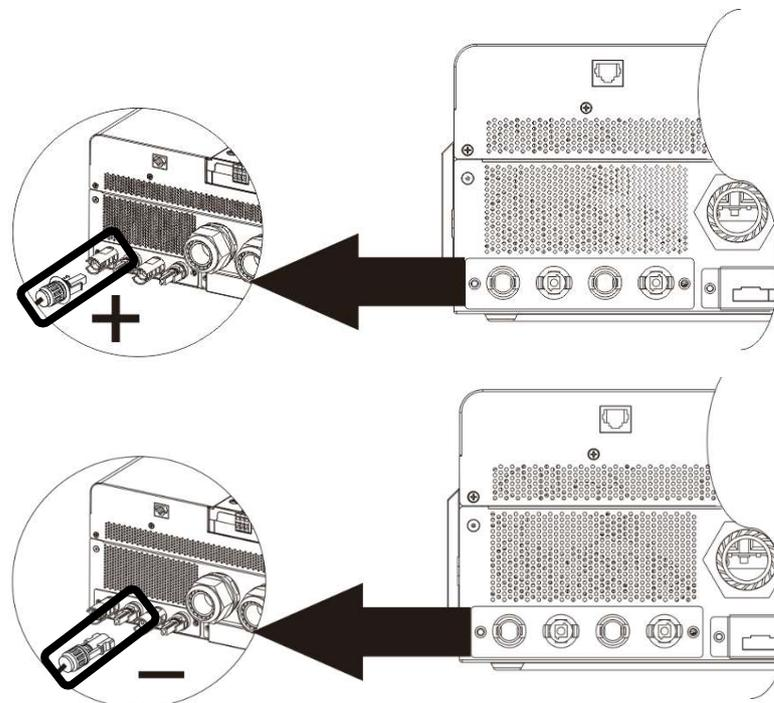

Fig. 9.1 : Connexion PV, entrée PV2 illustrée à titre d'exemple (PSW-H-5KW-120/48V, PSW-H-6.5KW-120/48V et PSW-H-8KW-230/48V)
2. PSW-H-5KW-120/48V, PSW-H-6.5KW-120/48V et PSW-H-8KW-230/48V : utilisez un outil de sertissage MC4 pour sertir les connecteurs MC4 inclus sur le générateur photovoltaïque (voir **Fig. 9.1**, en haut) si le générateur ne dispose pas déjà de connecteurs MC4 compatibles. *N'utilisez les connecteurs MC4 inclus que si le câble PV a la section indiquée dans le premier tableau de ce chapitre.* Vérifiez la polarité. Insérez ensuite les connecteurs MC4 terminés dans les connecteurs PV1 et PV2 de l'onduleur, positif (+) à gauche et négatif (-) à droite (voir **Fig. 9.1**, en bas).